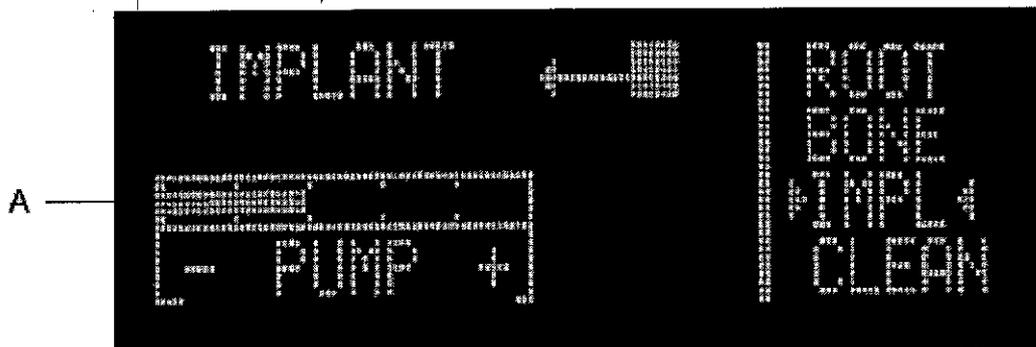

Fig. 9
Para regular la capacidad de la bomba pulsar el botón + y - (Fig.6 - Ref.B). En modo BONE la velocidad puede ser configurada entre cero y cinco. La pantalla señala la velocidad preseleccionada (Fig.9 - Ref.A).
**Aparato en modo IMPL (IMPLANT) Fig. 9** - Pulsar el botón flecha (Fig.6 - Ref.D) para seleccionar el modo IMPL.
Para regular la capacidad de la bomba pulsar el botón + y - (Fig.6 - Ref.B). En modo IMPL la velocidad puede ser configurada entre cero y cinco. La pantalla señala la velocidad preseleccionada (Fig.9 - Ref.A).